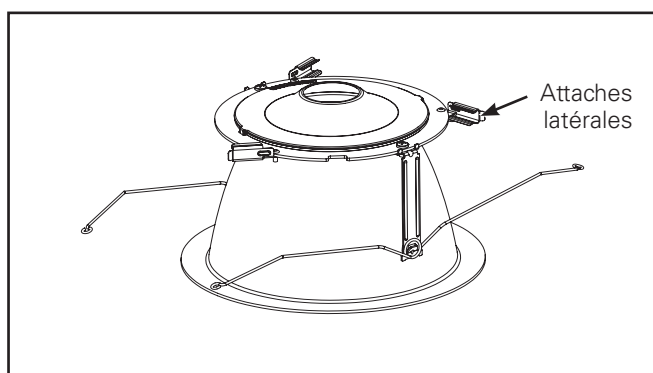

Figure 32
3. Retirez l'assemblage de la garniture de l'emballage protecteur et tournez les attaches latérales (3) vers l'extérieur. (Figure 32).